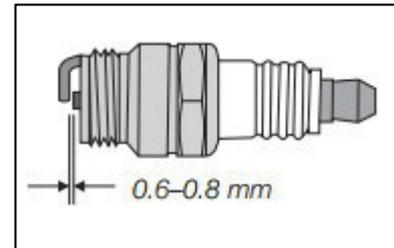

Рис.27
4. Проверьте зазор между электродами, зазор должен быть 0,75 мм. Рис.27